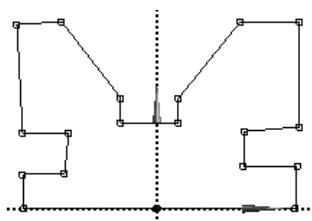

图 3.8.2 轮廓 1
- 步骤 04** 使用多段线命令创建图 3.8.2 所示的轮廓 1。在选项卡区单击 **Sketching** 选项卡，进入草图绘制模式，在 **Sketching Toolboxes** 工具箱中单击 **Draw** 按钮，在 **Draw** 窗口下打开 **Polyline** 按钮，在项目视图区绘制图 3.8.2 所示的轮廓后右击，在弹出的快捷菜单中选取 **Closed End** 命令。